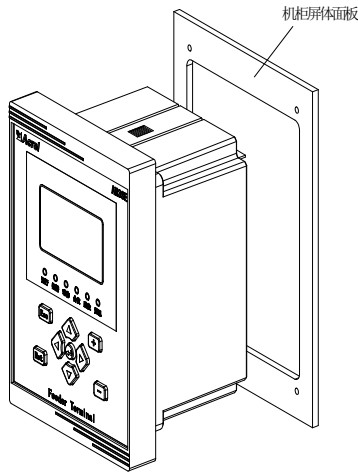
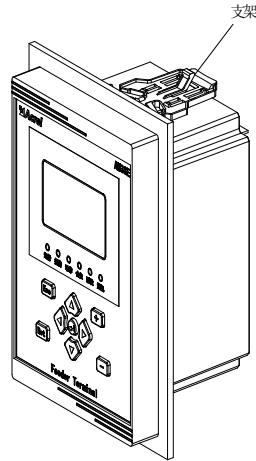
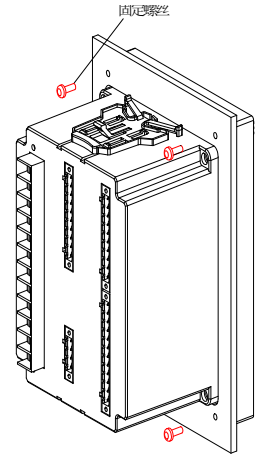

图 1
图 2
图 3
- 1) 首先在屏体面上按开孔尺寸开孔，如图 1。再将装置按图 2 所示放入开孔中，直到装置面板靠住机柜的面板。将支架放置于机柜面板的内部（上下各有一个支架），使装置牢固固定在机柜面板上。
- 2) 首先在屏体面上按开孔尺寸开孔，如图 1，再在柜门上开四个小螺丝孔如图 3，旋转 4 个固定螺丝，使装置牢固固定在机柜面板上。